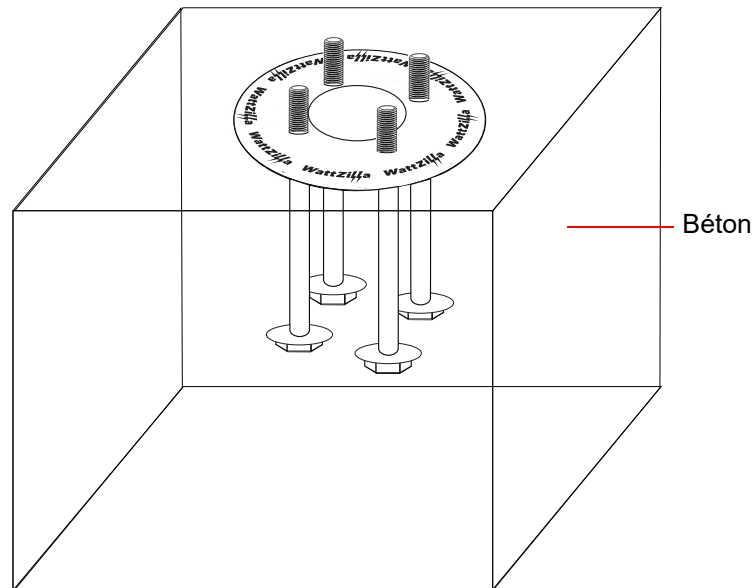

Figure 9. Pôle Base de Subassembly dans la Base de béton (Conduit et fils électriques supprimés à partir Illustration pour Clarity)
4. Insérer et visser les boulons d'ancrage hexagonal (avec les rondelles attachées) au bas de la plaque de positionnement du boulon , laissant 1,5 pouces de fil au-dessus de la plaque (Figure 9).
6. Acheminer le câblage à travers un conduit et à travers le centre de la plaque de positionnement du boulon (Figure 9). En partant du haut de la plaque de positionnement du boulon , cinq pieds de câblage électrique doivent être disponibles pour le câblage de l'enceinte WattZilla.
7. Verser une quantité suffisante de béton pour combler le trou ou utiliser le montant requis par les codes locaux , l'acheminement du béton autour du conduit (Figure 9). Évitez tout béton à l'intérieur du conduit.
8. Immerger les pièces dans le centre du béton avec la face supérieure de la plaque de positionnement du boulon vers le haut , en veillant à ce que la plaque de positionnement de vis est située sur la surface supérieure du béton (Figure 9). Ensure qu'aucun béton recouvre la plaque de positionnement du boulon et que la plaque est de niveau. Les rondelles doivent être situées au-dessus des têtes de boulons comme indiqué.